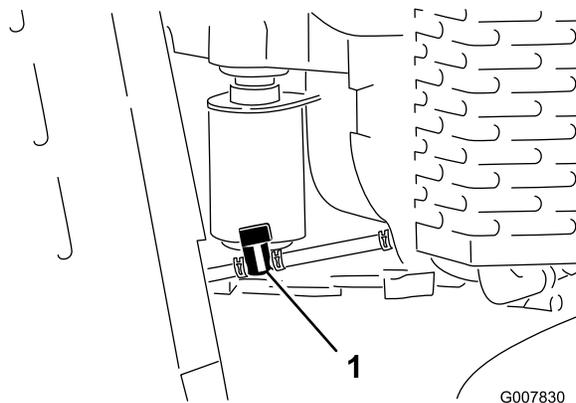

Рисунок 40
4. Поверните рычаг топливного отсечного клапана в закрытое положение (Рисунок 40).
5. Сожмите концы хомута планга на обращенной к двигателю стороне отсечного клапана и сдвиньте от клапана вверх по топливопроводу (Рисунок 40).
6. Отсоедините топливопровод от клапана (Рисунок 40).
7. Поверните рычаг топливного отсечного клапана в открытое положение (Рисунок 40).
3. Поверните рычаг топливного отсечного клапана в закрытое положение (Рисунок 40).